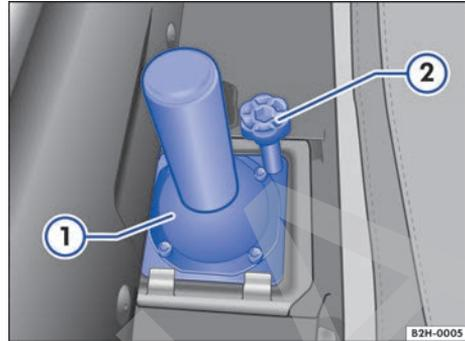

Fig. 169 Detrás del respaldo del asiento trasero (vehículos con cabina doble): crique ①.
Crique (solo en los vehículos con rueda de auxilio).	<ul style="list-style-type: none"> – Abata hacia delante el respaldo del asiento trasero → página 60. – Desenrosque completamente el tornillo de sujeción → fig. 169 ② y retire el crique ① de su soporte.